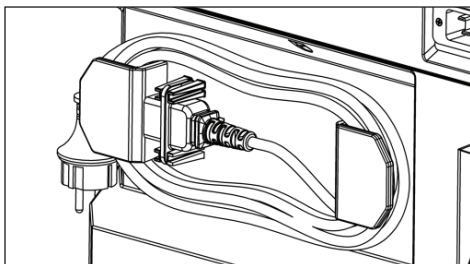

Fig. 6: Opbevaringsposition for kablet
- ▶ Opbevar kablet i opbevaringspositionen (fig. 6). Fastgør stikket med den medfølgende kabelklemme.